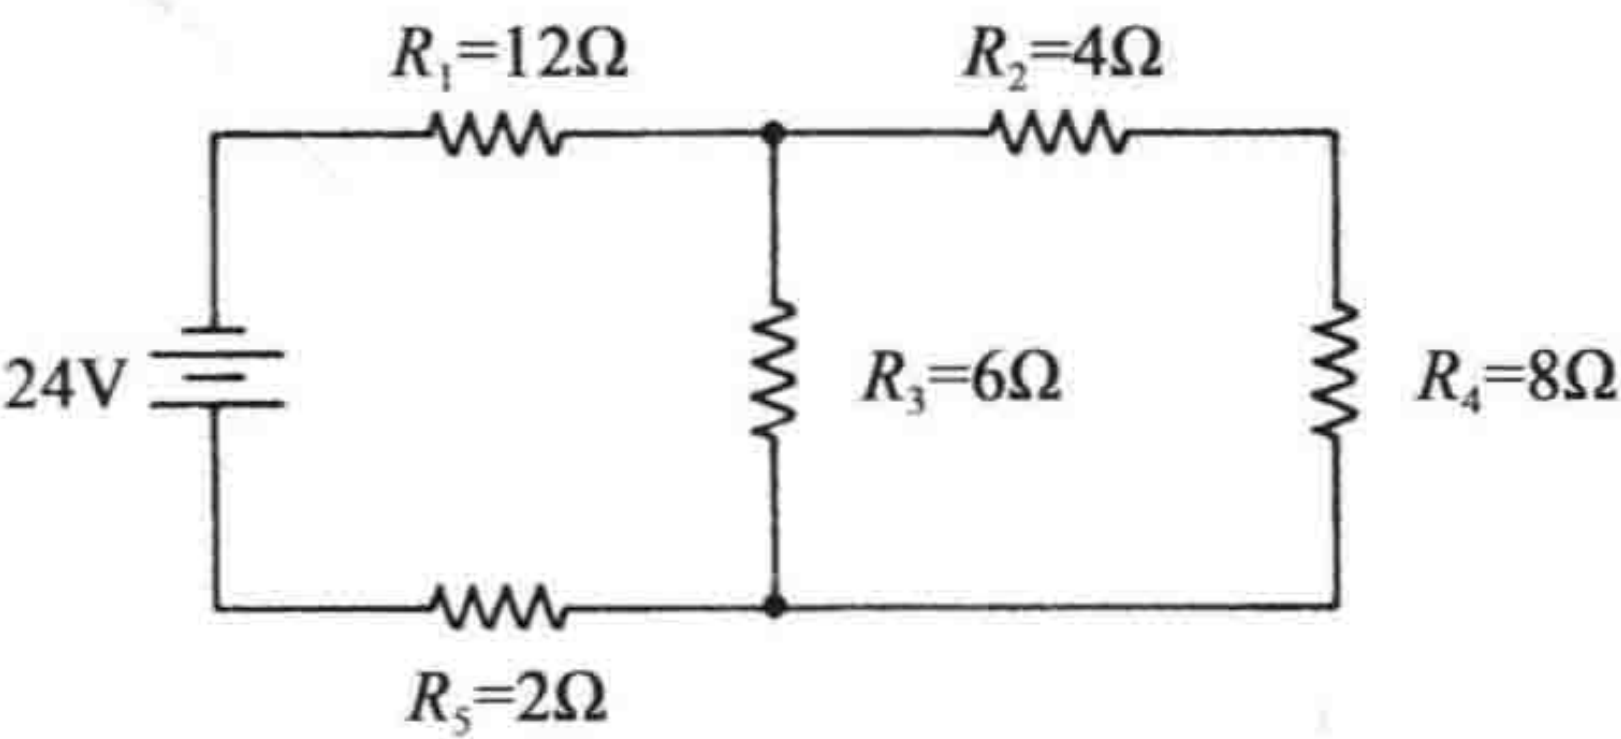

图 P-1
1. 计算图 P-1 中通过  $R_1$  的电流。
- 2. 计算图 P-1 中通过  $R_4$  的电流。
- 3. 计算图 P-1 中  $R_3$  上的电压降。
- 4. 计算图 P-1 中  $R_2$  上的电压降。
- 5. 计算图 P-1 中通过  $R_5$  的电流。